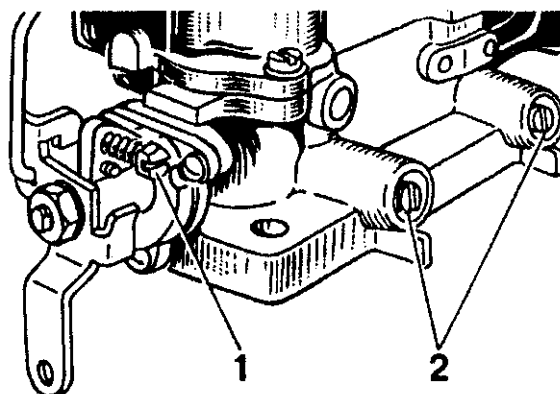

Рис.29. Регулировочные винты карбюратора:
- завернуть винты 2 (рис.29) состава смеси (винты качества) до упора, но не слишком туго, а затем каждый из них отвернуть на 4,5 оборота;